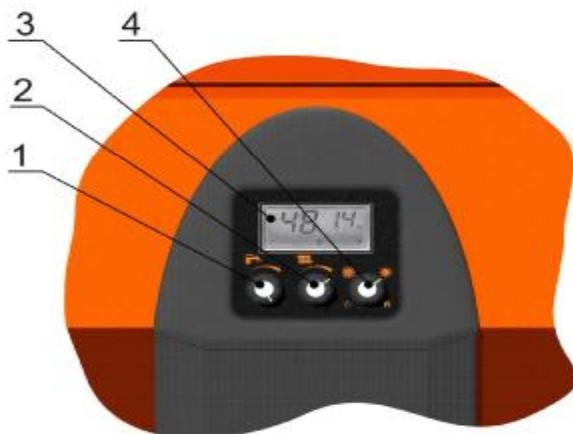

Рис. 2. Пульт управления котла
- установить ручку выбора режима работы (поз. 4, рис. 2) в положение «ЗИМА»;
- установить необходимую температуру теплоносителя ручкой настройки температуры отопительной воды (поз. 2, рис. 2). На дисплее индицируется индикатор «ОТОПЛЕНИЕ» и заданная температура теплоносителя.\*
- при наличии проточного вторичного теплообменника ГВС установить необходимую температуру ГВС ручкой настройки температуры ГВС (поз. 1, рис. 2) На дисплее индицируется индикатор «ГВС» и заданная температура ГВС.\*
- для выключения котла необходимо установить ручку выбора режима работы (поз. 4, рис. 2) в положение «ВЫКЛ».